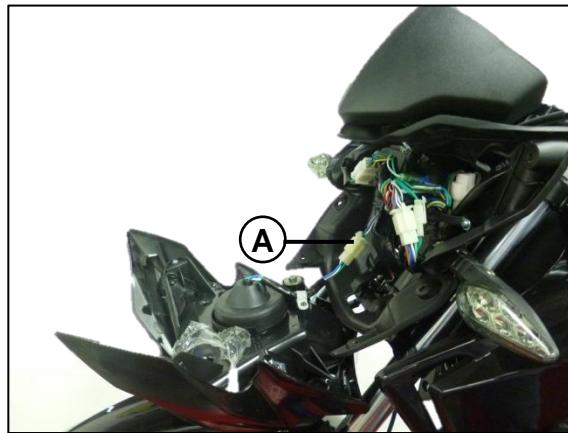

Fig. 05
Desmonte la farola y desconecte las cajas de conexión (A). **Fig. 05**